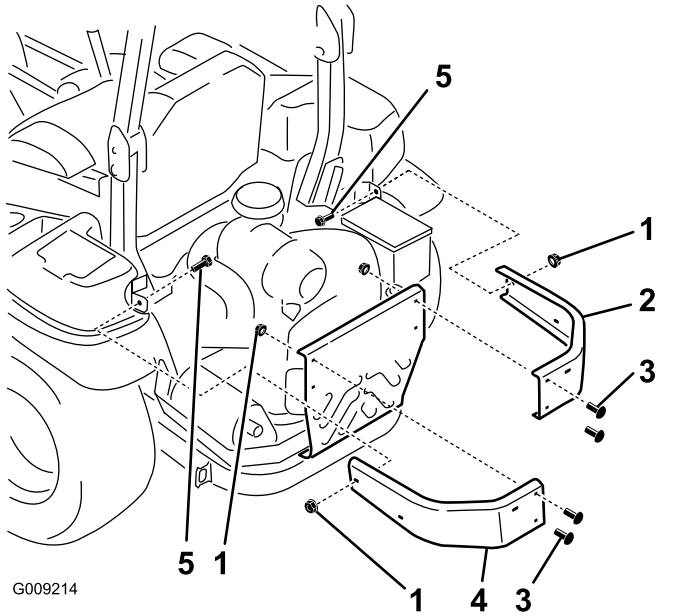

Figure 4
- Retirez les écrous et les boulons qui fixent les pare-chocs latéraux sur la machine (Figure 4).
- Montez les nouveaux pare-chocs latéraux gauche et droit à l'aide de 2 boulons de carrosserie ($\frac{3}{8}$ " x $1\frac{1}{4}$ "), 4 boulons de carrosserie retirés précédemment et 6 écrous à embase ($\frac{3}{8}$ "), comme montré à la Figure 4.